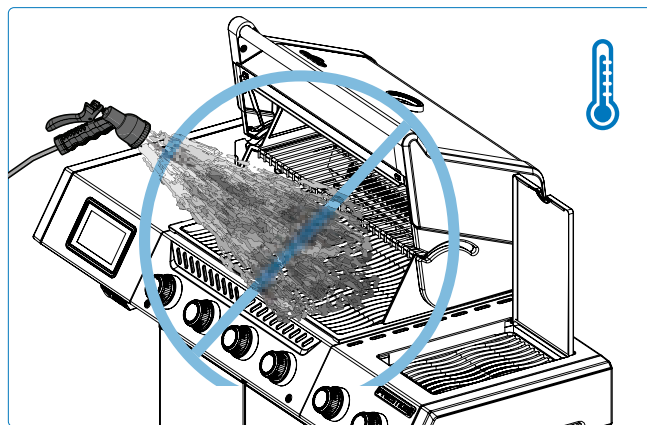

Fig. 20
- Nunca apague una llama ni controle llamaradas con agua. (Fig. 20).